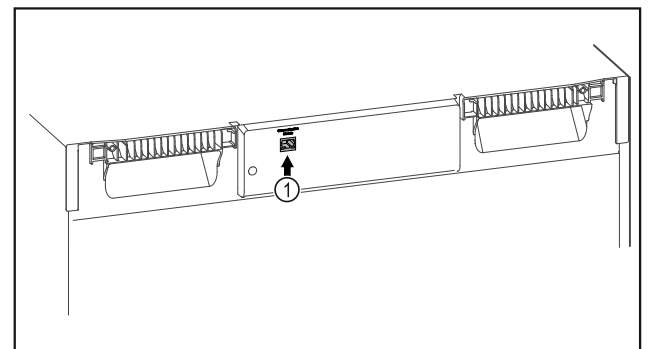

Fig. 154
- Използва се SmartModule Fig. 154 (1).